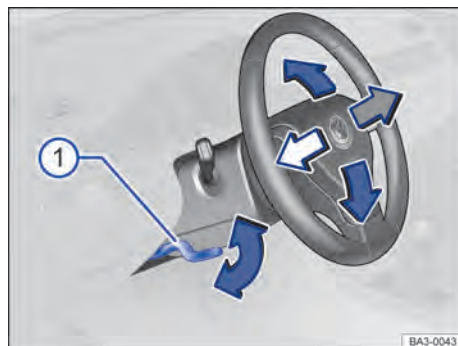

Fig. 60 Embaixo e a esquerda do volante junto com o revestimento da coluna de direção: alavanca de ajuste da posição do volante.
- Empurrar a alavanca para baixo segurando-a pelo seu manipulador → Fig. 60 ①.